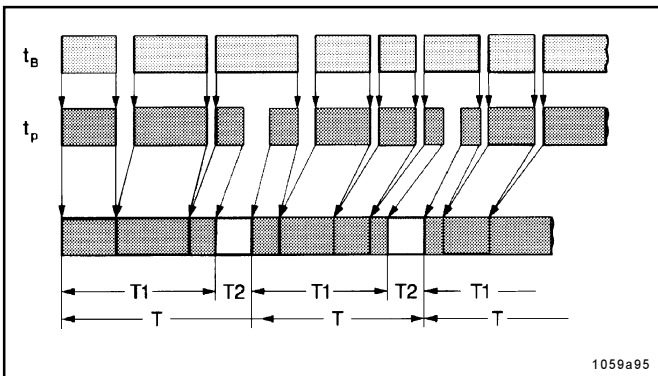

Abb. 10 - Zeitablaufdiagramm
- Ein Schmierzyklus besteht aus einer Pausen- und einer Arbeitszeit. Nach Ablauf der Pausenzeit beginnt die Arbeitszeit. Der Schmierzyklus wiederholt sich ständig, wenn die Maschine oder das Fahrzeug in Betrieb genommen worden ist, siehe Abb. 10.